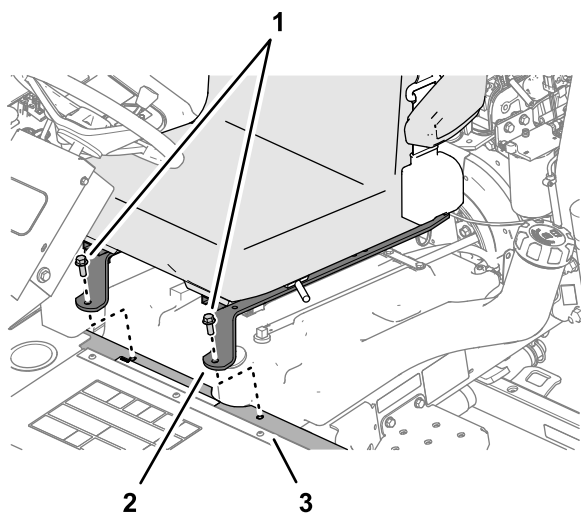

Bild 3
2. Entfernen Sie die beiden Bundkopfschrauben, mit denen die Sitzgurte am Stützkanal befestigt sind (**Bild 3**).